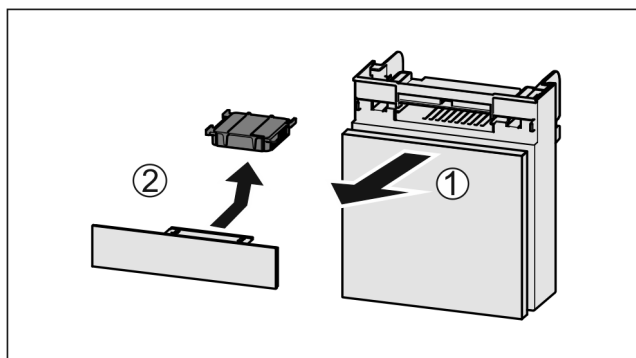

Fig. 103
- ▶ Estrarre il vano tirando in avanti Fig. 103 (1).
- ▶ Rimuovere il filtro a carboni attivi Fig. 103 (2).